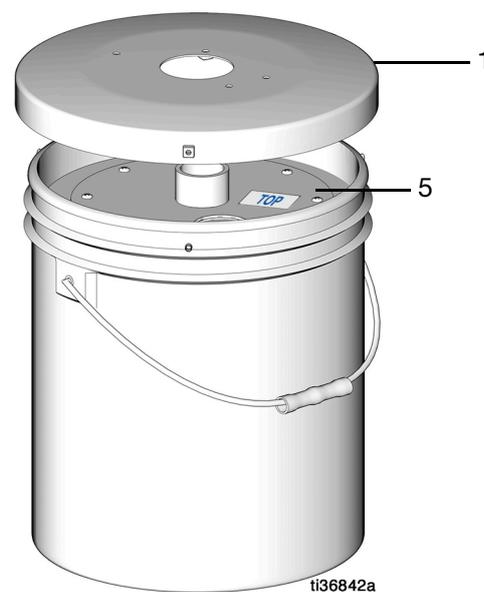

FIG. 6
6. Ponga la cubierta de bidón (1) encima del plato seguidor (5) (FIG. 6).